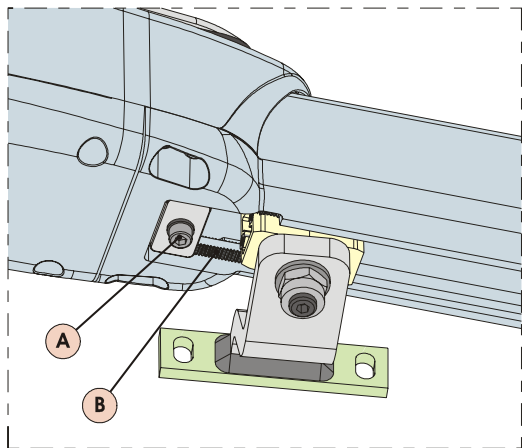

Fig. 17
- 3) Desserrer la vis de fixation, Fig.17 réf.A. Il n'est pas nécessaire d'enlever complètement la vis.
ATTENTION: L'arrêt mécanique travaille accouplé à un secteur denté, Fig.17 réf. B; en cas d'empêchements durant l'actionnement, s'assurer que l'accouplement est libre. **NE PAS FORCER.**